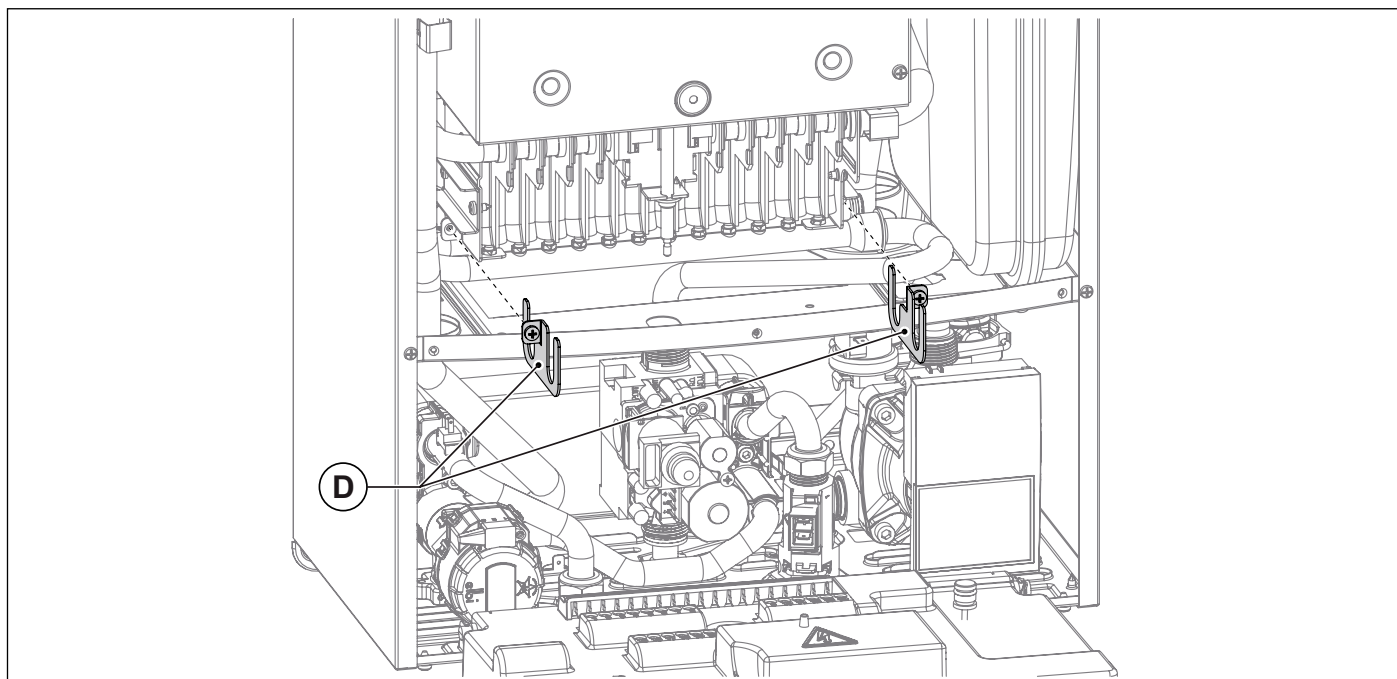

Fig. 15 Braçadeiras
- Remover as 2 braçadeiras **D** que fixam o coletor às linhas do queimador (ver Fig. 15 Braçadeiras).